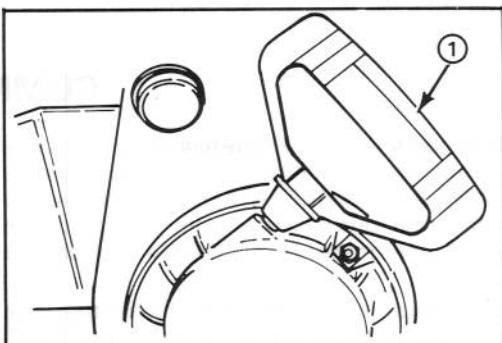

Figure 12
Démarreur à cordon (fig. 12)—Placé à l'arrière du moteur, il sert à mettre le moteur en marche.
6. Tirez sur la poignée du démarreur à cordon (fig. 12) lentement jusqu'à ce que l'engagement positif se produise; puis tirez d'un coup sec pour faire démarrer le moteur. Gardez une prise ferme sur la poignée du démarreur et laissez le cordon revenir lentement.